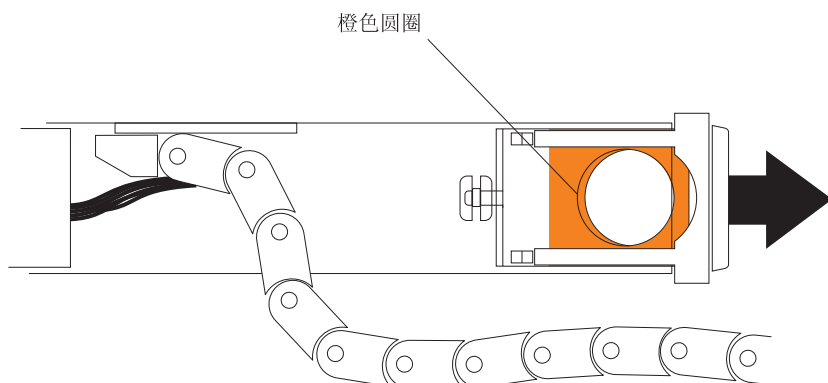

图 93. 连接到驱动器抽屉的水平安装支架
- b. 从驱动器抽屉断开右侧电缆链安装支架的连接。握住橙色手柄（请参阅图 93），然后将安装支架从驱动器机柜中拉出。